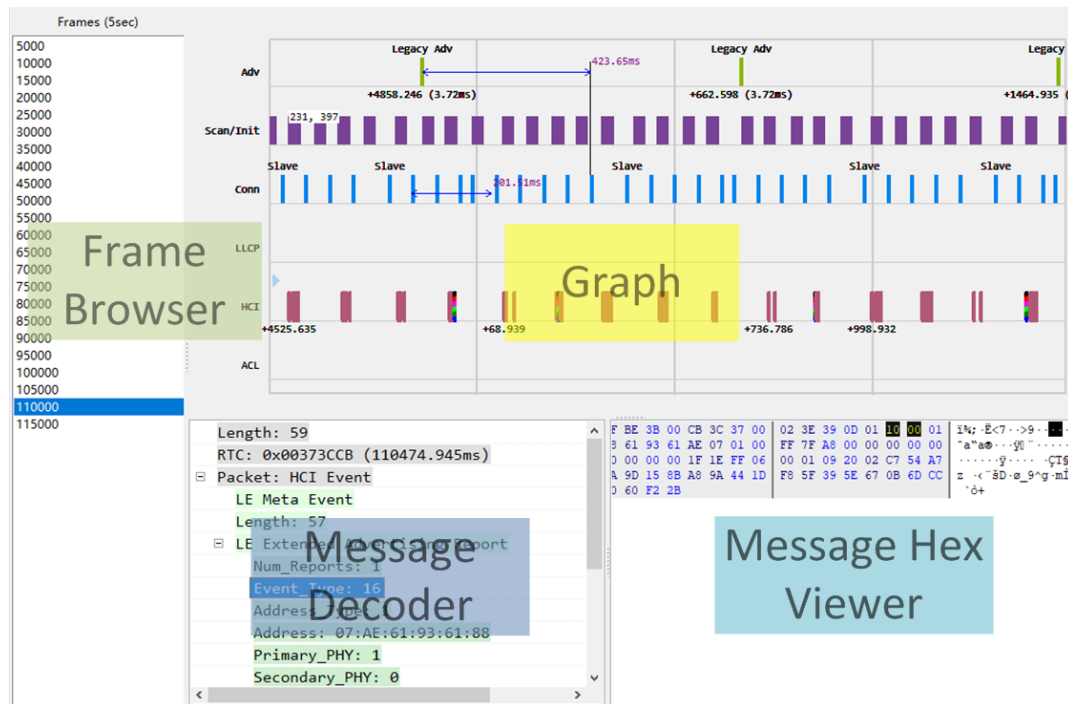

图 3.3: Tracer 主界面
**Graph** 将所有数据图形化显示。点击 **Graph** 里的一项，会在 **Message Decoder** 和 **Message Hex Viewer** 显示详细的解码信息。**Graph** 支持一些 CAD 操作，如缩放、平移、测量等。选择菜单 Help -> About 查看详细信息。（图 3.3）